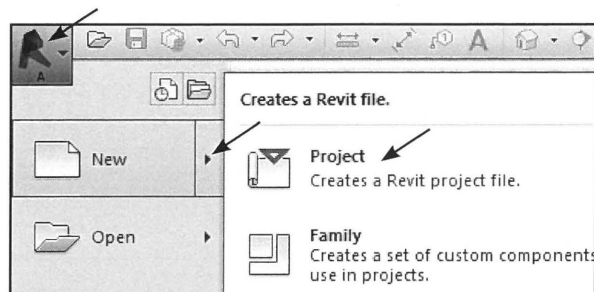

Fig. 03.08. Application Menu - New - Project.
- Har du ikke et projekt åbent, gå i *Application Menu* og klik *New Project*, så du har et nyt projekt åbent (Fig. 03.08).